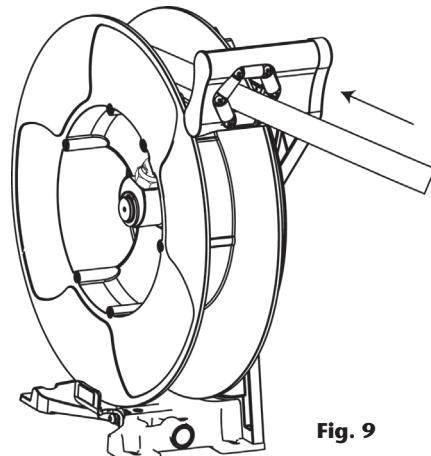

Fig. 9
5. Liberar o trinquete e soltar lentamente a mangueira para enrolá-la (fig. 9).